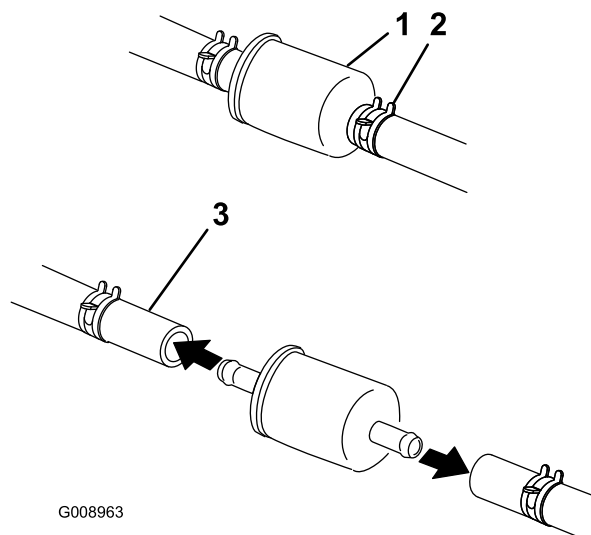

Figura 57
5. Chiudete la valvola di intercettazione del carburante sotto il sedile (Figura 57).
8. Montate un nuovo filtro ed avvicinate le fascette stringitubo al filtro (Figura 57).
6. Premete le estremità delle fascette stringitubo ed allontanatele dal filtro (Figura 57).